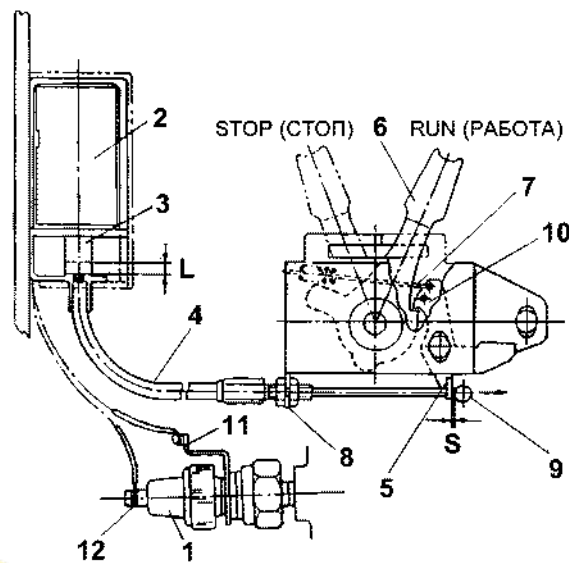

Рис. 49
- Цепь с датчиком давления масла (Рис. 49, (1)) включена (ON), пока давление масла низкое (недостаточное количество масла).
- Когда цепь работает, постоянный ток двигателя поступает на катушку DC (Рис. 49, (2)) через реле.
- Плунжер (Рис. 49, (3)) катушки втягивается, чтобы привести в действие рычаг останова (Рис. 49, (5)) с помощью боденовского троса (Рис. 49, (4)).
- Задействованный рычаг останова освобождает захват, чтобы автоматически перевести рычаг регулировки оборотов двигателя (Рис. 49, (6)) из положения RUN (РАБОТА) в положение STOP (СТОП).
1. Проверьте положение возвратной пружины (Рис. 49, (7)) (верхнее отверстие).
2. Установите рычаг регулировки оборотов двигателя (Рис. 49, (6)) в положение RUN (РАБОТА).
3. Выкрутите гайку (Рис. 49, (8)) боденовского троса (Рис. 49, (4)).
4. Вытяните наконечник (Рис. 49, (9)) внутреннего провода в направлении, указанном стрелкой, установите гайкой необходимый зазор S между наконечником и рычагом останова (Рис. 49, (5)) и затяните гайку.
5. Поднимите плунжер (Рис. 49, (3)) катушки DC (Рис. 49, (2)) и проверьте работу по освобождению захвата рычага регулировки оборотов двигателя. Оцените работу на основании движения плунжера L, которое необходимо для освобождения захвата.
Примечание: Если работа по освобождению захвата нестабильна, или компоненты, связанные с рычагом останова, разобраны, смажьте смазкой контактные поверхности и штифт (Рис. 49, (10)).
6. После завершения регулировки, запустите двигатель и проверьте выполнение функции автоматического останова во время работы двигателя. Чтобы выполнить проверку во время работы двигателя, проверьте с помощью короткого замыкания контактов (Рис. 49, (11)) и (Рис. 49, (12)) датчика давления масла (Рис. 49, (1)).